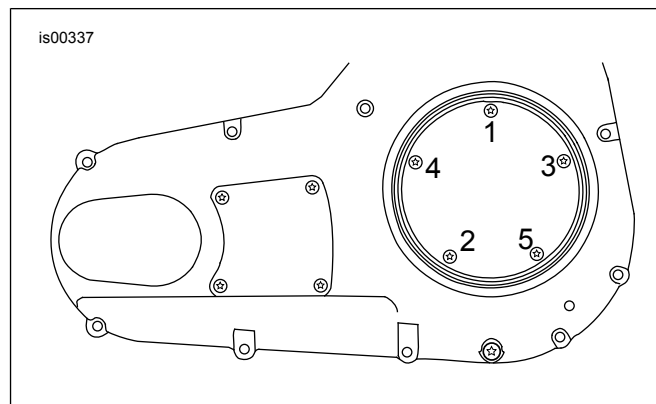

Figure 1. Séquence de serrage, couvercle d'inspection d'embrayage
6. Placer une rondelle sur les filets de l'une des vis. Enduire les filets de la vis de quelques gouttes de Loctite 243. Insérer la vis dans le trou de dessus (position 1 dans Figure 1) du couvercle d'inspection d'embrayage et installer avec soin jusqu'au bout dans le trou de forme triangulaire du joint. Ne pas pousser la vis dans le trou.
8. Serrer les vis à un couple de 10–12 N·m (84–108 in·lbs) dans l'ordre affiché dans Figure 1.